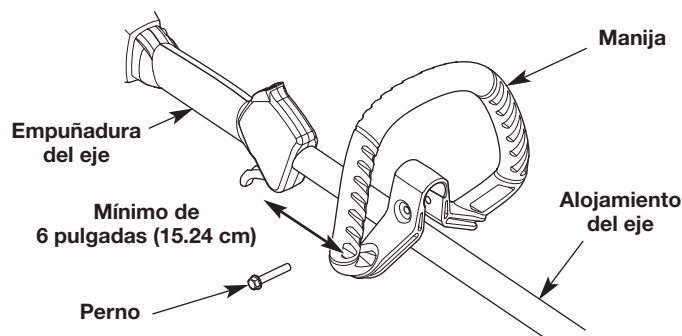

Fig. 2
1. Oprima la manija hacia abajo sobre el alojamiento del eje (Fig. 2). El orificio del perno de la manija debe quedar a la derecha.
2. Inserte el perno en el orificio del perno y oprímalo para que pase a través de él (Fig. 2). Apriete el perno con una llave tubular de 3/8" pero no apriete por completo.
3. Mientras sujeta la unidad en la posición de funcionamiento (Fig. 12), desplace la manija hasta la ubicación que le ofrece el mejor agarre. Ubíquela como mínimo a 6 pulgadas (15.24 cm) del extremo de la empuñadura del eje (Fig. 2).
1. Afloje el perno con una tubular de 3/8" (Fig. 2).
2. Mientras sujeta la unidad en la posición de funcionamiento (Fig. 12), desplace la manija hasta la ubicación que le ofrece el mejor agarre. Ubíquela como mínimo a 6 pulgadas (15.24 cm) del extremo de la empuñadura del eje (Fig. 2).